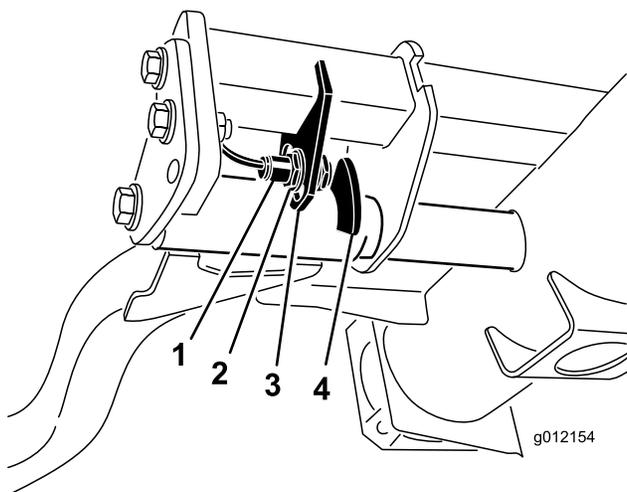

Рисунок 32
2. Переключатель подъемного рычага расположен под гидравлическим баком позади переднего правого подъемного рычага (Рисунок 32).
3. Ослабьте крепежные винты переключателя и переместите переключатель вниз, чтобы увеличить высоту поворота подъемного рычага, или переместите переключатель вверх, чтобы уменьшить высоту поворота подъемного рычага (Рисунок 32).